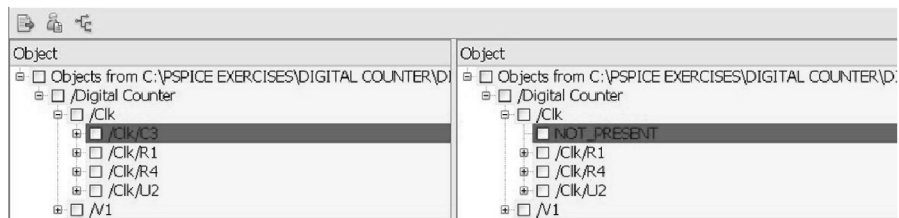

图 22.28 主设计与 Test\_Clock 测试平台之间的差异显示
2. 在 SVS 窗口中，测试平台设计在左侧面板，主设计在右侧面板。左边面板中的 / Clk 展开如图 22.28 所示。